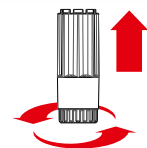

Fig. 1-18
38.3 - Utilizzare l'apposita chiave in dotazione per svitare la ghiera di serraggio dell'ugello di erogazione ruotandola verso destra fino al completo svitamento, facendo attenzione a non perdere la capsula grigia del perlatore inserita all'interno della ghiera e la guarnizione, Fig. 1-18.